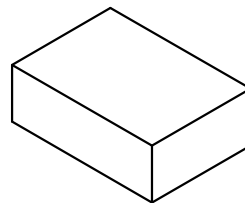

图3 内盒包装
- 2: 如图3, 每内盒装3小袋, 装盒后贴上物料标签, 数量为3X1000pcs。